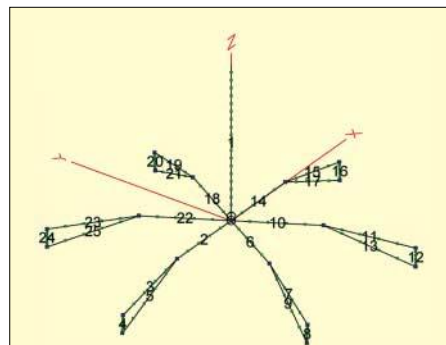
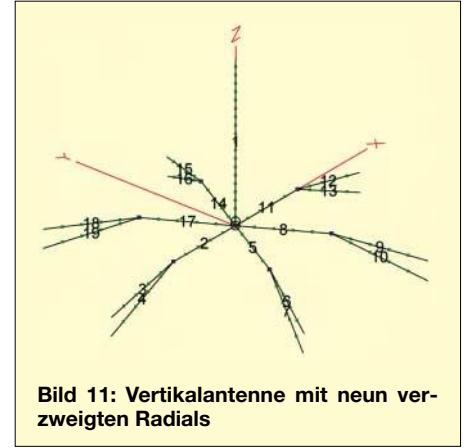

Bild 10: Vertikalantenne mit den Daten nach Bild 9. Die Hilfsdrähte 4, 8, 12, 16, 20 und 24 müssen noch gelöscht werden.
Bild 11: Vertikalantenne mit neun verzweigten Radials
Versuchen wir nun wieder unser Glück mit der Radialvervielfachung in Create Radials: Es klappt! Bild 9 zeigt die Antennenbeschreibung mit den automatisch erstellten Radialdrähten von Draht 2 bis Draht 25. Bild 10 zeigt den Strahler und sein Radialsystem. Wenn wir jetzt noch die sechs „Hilfsdrähte“ 24, 20, 16, 12, 8, 4 im Wires-Menü löschen, dann haben wir das Radialsystem, das wir ursprünglich wollten, Bild 11, Datei (10)Vert6Radspalt(b).ez.